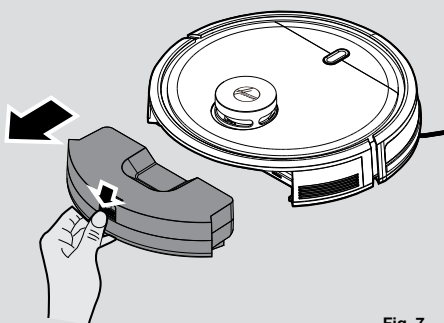

Fig. 7
1. Pressionar o botão de libertação e puxá-lo para fora. [Fig. 7]
[Fig. 7]